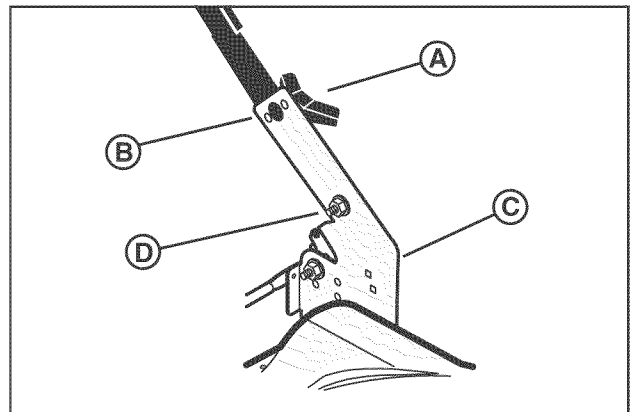

Figura 1: extensión de la manija inferior
3. Retire las tuercas de alas (A, Figura 1), las arandelas (no mostradas) y los pernos (B) de las abrazaderas izquierda y derecha del mango (C).